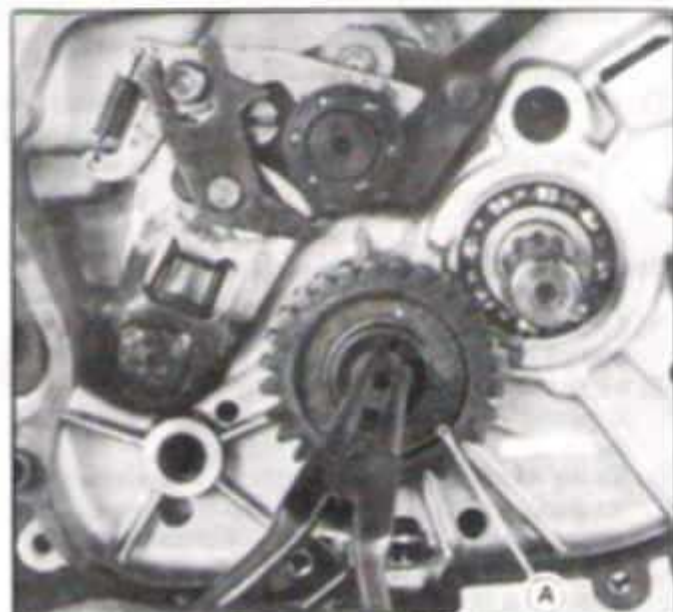

FIG. M45 - A. ENGRENAGEM INTERM. DO ARRANQUE
15. Montar a engrenagem intermediária do arranque sobre o eixo secundário (cárter direito). Figura M45.